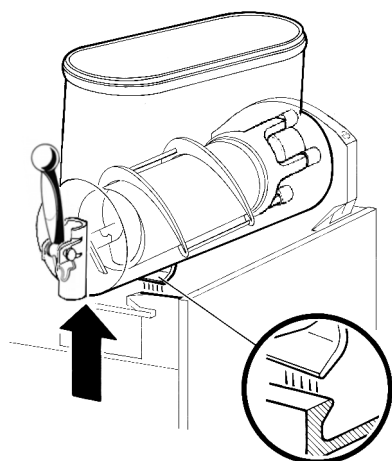

figura 7
**2** Desmontar el contenedor empujando ligeramente la parte inferior (lado grifo) hacia arriba para dejar libres los ganchos inferiores (ver figura 7) y luego quitarlo por adelante (ver figura